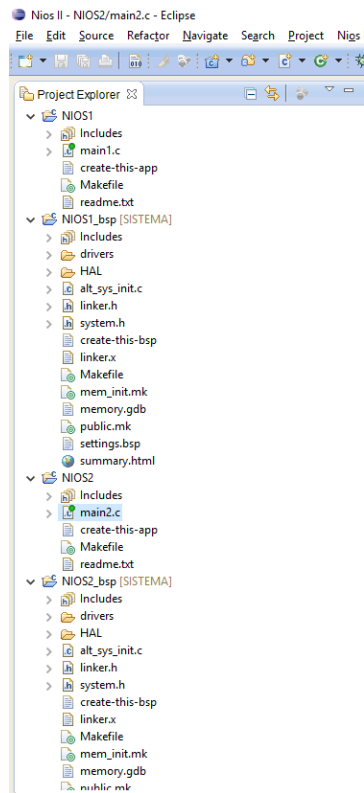

Ilustración 24: Ventana del navegador de proyectos.
31. En la subventana de **Project Explorer** visualizamos 4 carpetas: Nios1 Nios2 y Nios1_bsp y Nios2_bsp. En la carpeta de NIOS1 y Nios2 podemos crear los archivos de programación en lenguaje C/C++ para nuestros microprocesadores, y las carpetas restantes contienen todos los componentes del hardware como se observa en la ilustración 24.